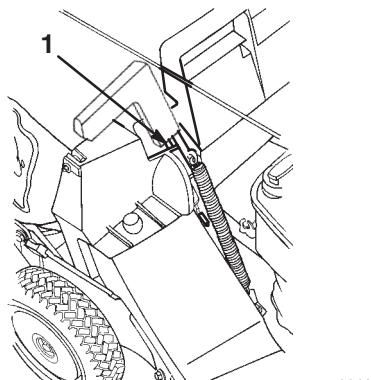

Bild 15
- Ziehen Sie den Griff an der Auswurfkanalklappe nach vorne, schieben Sie ihn dann nach hinten, bis der Stift in die Korbaussparung einrastet (Bild 15).